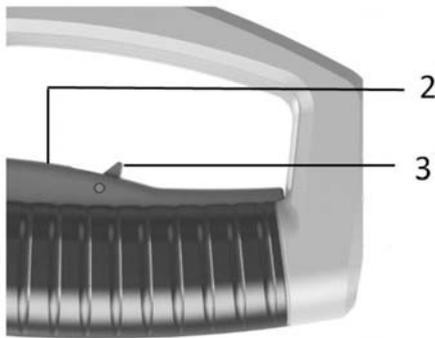

Abb. 13: Ein / Ausschalten der Säge
Schritt 3: Fassen Sie mit der anderen Hand den Sägekopfhaltgriff und schieben Sie mit dem Daumen den Entriegelungshebel (3, Abb.13) für den Sägeknopf nach links.
Schritt 4: Drücken und Halten Sie den Ein-/Aus-Schalter (2, Abb.13).
Schritt 6: Wenn der Schnitt vollständig ist, lassen Sie den Ein-/Aus-Schalter (2, Abb.13) los und heben Sie den Sägekopf nach oben, bis die Sägekopfverriegelung wieder einrastet.